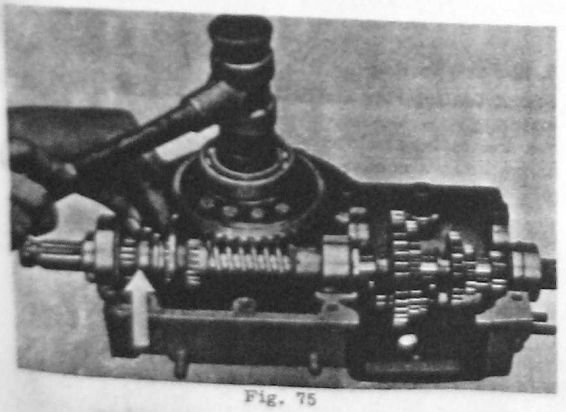

Fig. 75
1. Schneckenrad und Schneckenwelle in die rechte Gehäusenhälfte legen, dabei darauf achten, daß die Sicherungsscheiben in die Nuten greifen. Achtung! Die Schiebemuffe der Zapfwellenschaltung (Fig. 75) muß in den Gleitstein des Exzenters gelegt werden.
Important: the P. T. O. engaging sleeve (Fig. 75) must be placed in the sliding stone of the eccentric.